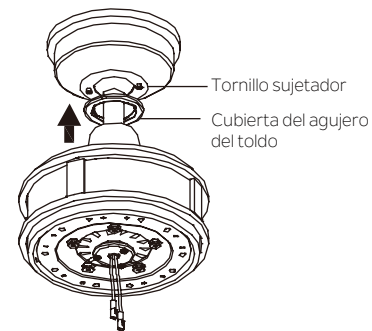

Fig. 18
Paso 2. Fijar y apretar con fuerza la cubierta del orificio del dosel sobre los tornillos sujetadores en el soporte de montaje utilizando la función de bloqueo por torsión de la ranura de la llave. (Fig. 18).